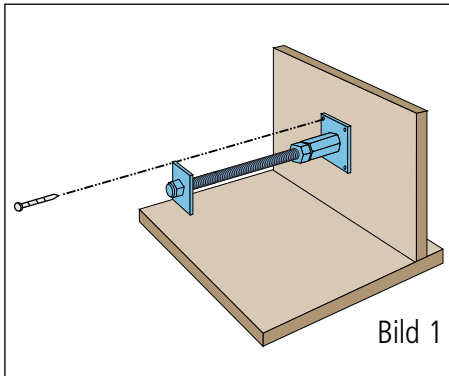

Bild 1
2. Befestigung der **Starren Seite** des **ZDE-OV** an der Deckenrandschalung. Das **ZDE-OV** wird mit der Nagelplatte mit Nägeln an der Randschalung befestigt. Das werkseitig eingedrehte und gesicherte Verankerungszubehör der **Starren Seite** (Bild 1 die Gewindestange) kragt in das Deckenfeld.